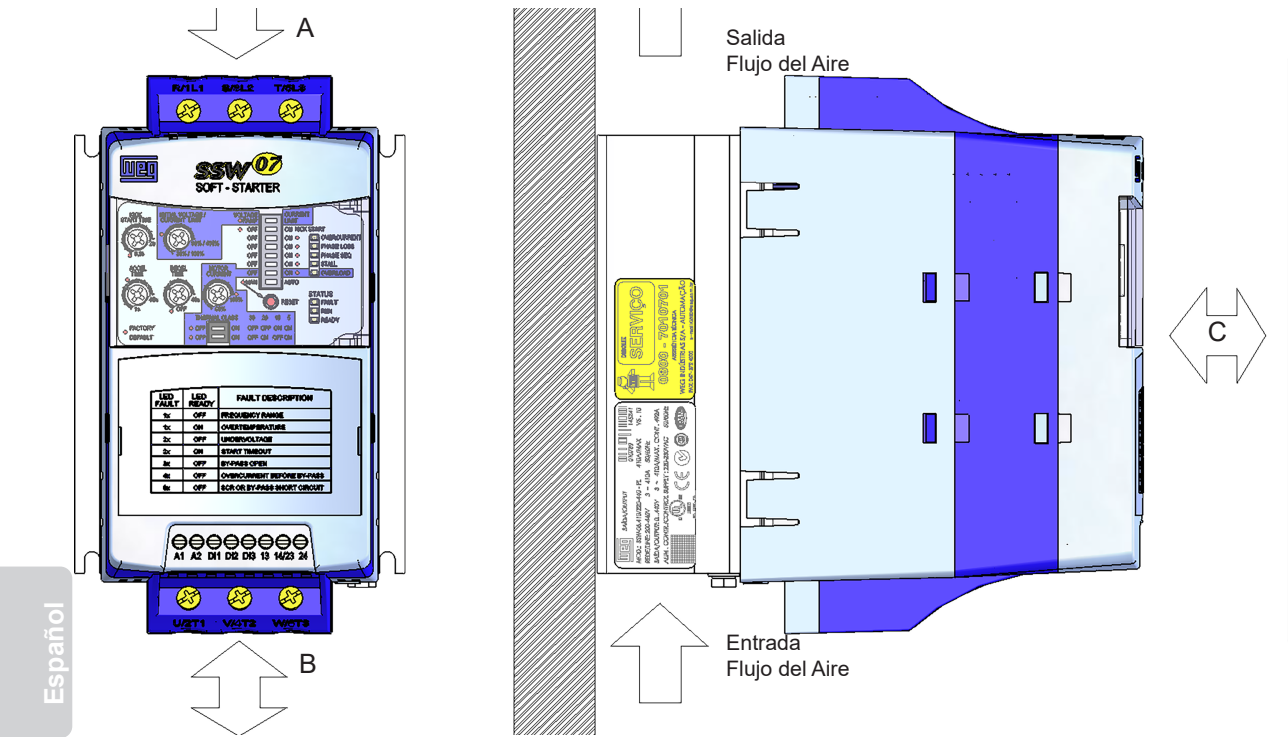

Figura 3.2 - Espacios libres para la ventilación
3.1.3 Posicionamiento/ Fijación Para la instalación del Arrancador Suave SSW-07 se debe dejar en el mínimo los espacios libres al rededor del Arrancador Suave conforme la figura 3.2 presentada a seguir. Las dimensiones de cada espacio libre están disponibles en la tabla 3.2.